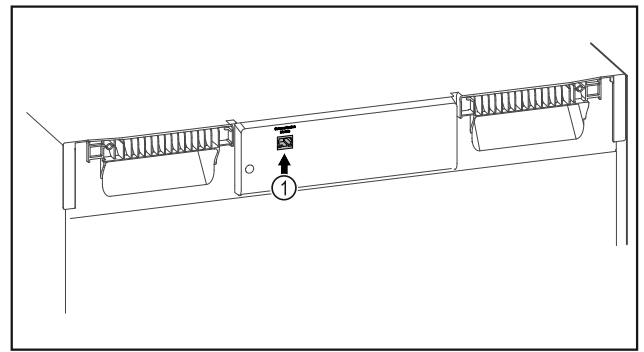

Fig. 102
- El SmartModule Fig. 102 (1) está colocado.